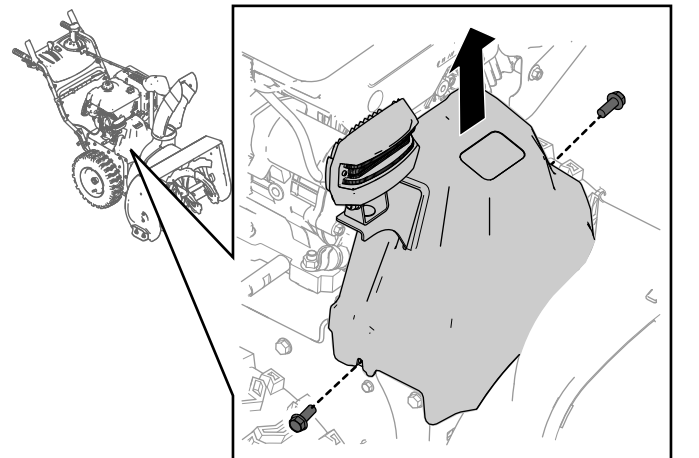

Bild 27
1. Entfernen Sie die beiden Schrauben, die die Riemenabdeckung halten (Bild 27).
2. Entfernen Sie die Riemenabdeckung (Bild 27).